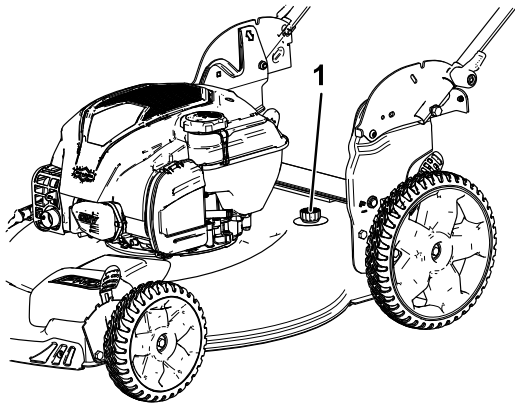

Figura 17
- Conecte una manguera de jardín que esté conectada a un grifo al orificio de lavado (Figura 17).